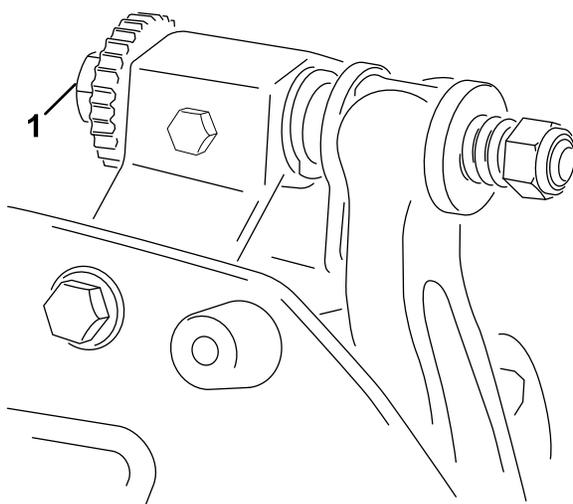

Figura 6
- A. Ruotate le viti di regolazione della barra di appoggio in senso orario (Figura 6), uno scatto alla volta, fino ad avvertire e ad udire un leggero contatto.
6. Ruotate il bullone di regolazione della barra di appoggio di destra (Figura 6) fino ad avvertire una leggera pressione sullo spessore quando lo fate scorrere in senso laterale. Rimuovete lo spessore.